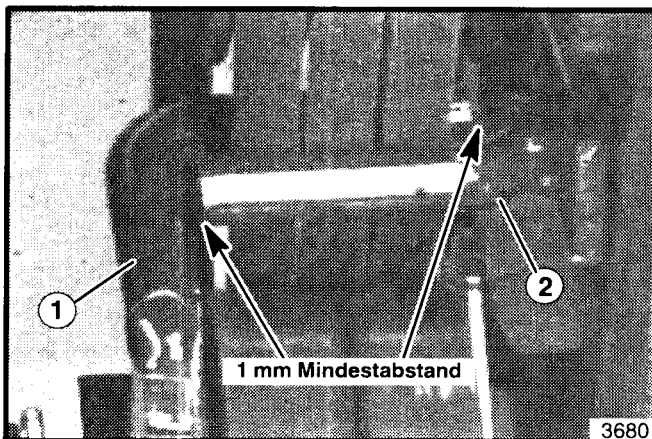

Abbildung 26. Abstand der Riemenansläge
24. Den Kupplungshebel ausrücken. Die Spitzen der beiden Riemenansläge prüfen. Es muß mindestens 1 mm (1/32 Zoll) Abstand zwischen Spitzen der Anschläge vorhanden sein (siehe Abbildung 26). Falls notwendig, die Platte der Spindelspannrolle lösen und entsprechend einstellen.